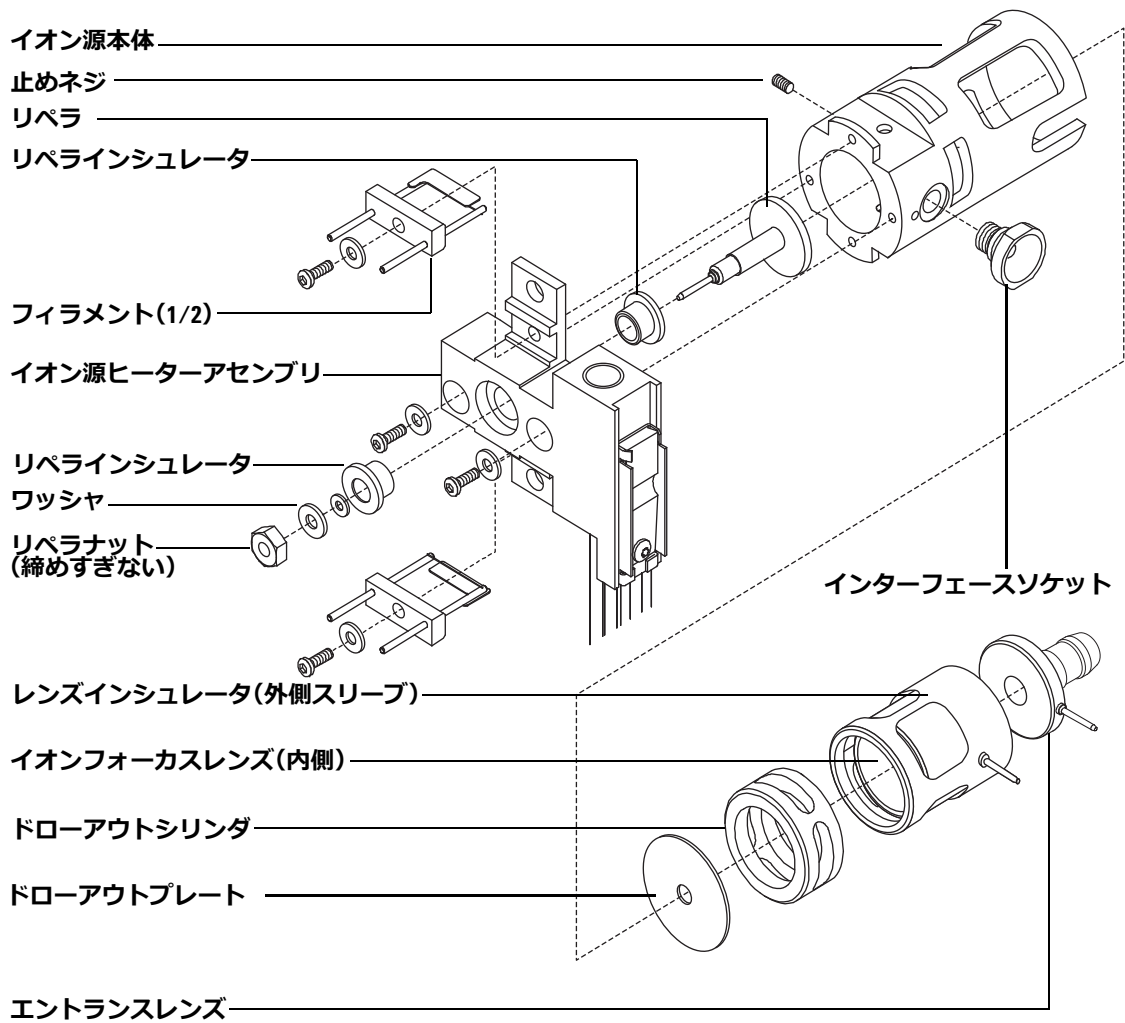

図 21 標準 EI イオン源の分解
- 3 2つのネジを外して、イオン源ヒーターアセンブリをイオン源本体から取り外します。イオン源ヒーターアセンブリは、イオン源ヒーター、リペラ、および関連部品からなります (図 21 を参照してください)。
- 4 リペラナット、ワッシャ、セラミックインシュレータ、およびリペラを取り外して、リペラアセンブリを分解します (図 21 を参照してください)。
- 7 レンズをイオン源本体の外に押し出し、レンズインシュレータ、イオンフォーカスレンズ、ドローアウトプレート、ドローアウトシリンダ、およびエントランスレンズを分離します (図 21 を参照してください)。
- 1 イオンフォーカスレンズ、エントランスレンズ、およびレンズインシュレータを組み立てます (図 21)。
- 2 ドローアウトプレートとドローアウトシリンダをイオン源本体にスライドさせます (図 21)。